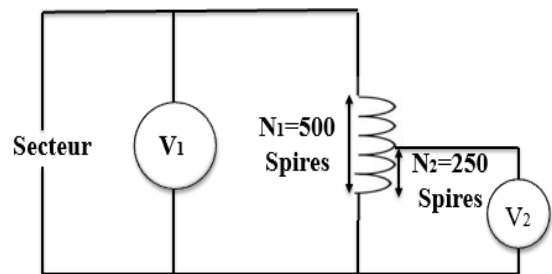

Figure.11 Schéma du montage d'un autotransformateur.
c) Autotransformateur. Ce cas est obtenu en utilisant une seule bobine. Fig.11.